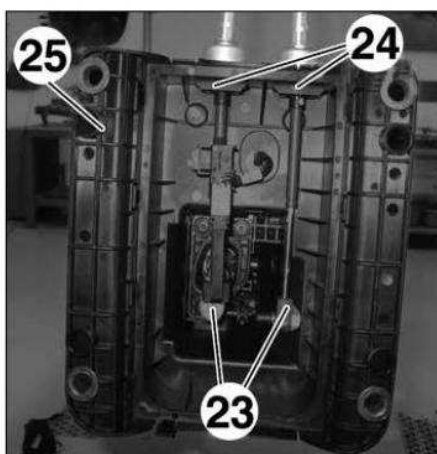

FIG.11
• Sganciare i giunti snodati (23) dei cavi (Fig.11).
• Comprimere i fermi (24) per estrarre i cavi dalla scatola di comando delle marce (25).
• Staccare la scatola di comando delle marce (25).